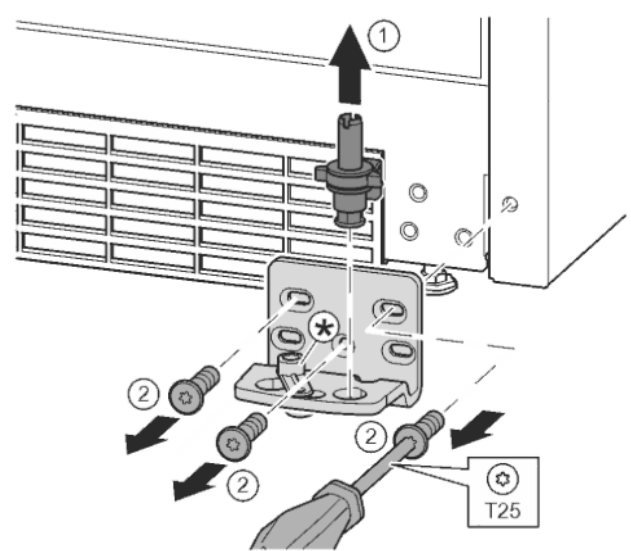

Fig. 15
- ▶ Ložiskový čep celý vytáhněte nahoru. Fig. 15 (1)
- ▶ Vyšroubování šroubů pomocí šroubováku T25 a sejmutí stojanu ložiska Fig. 15 (2)